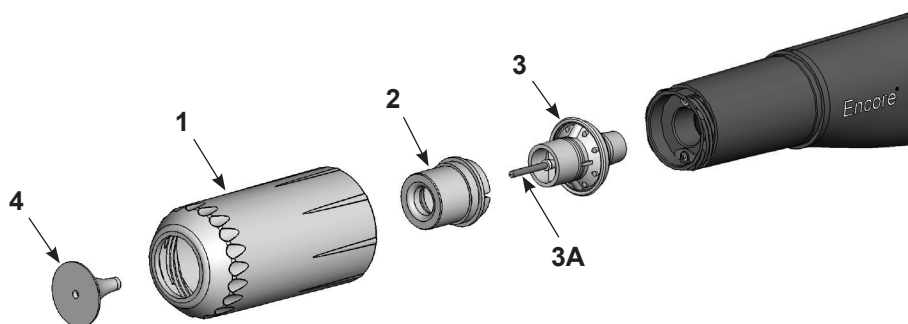

Figure 4-2 Remplacement des déflecteurs optionnels et des buses coniques
1. Voir la Figure 4-2. Pour remplacer le déflecteur (4), le retirer doucement du bloc électrode (3). Si seul le déflecteur est remplacé, monter le déflecteur neuf sur le bloc électrode en prenant garde de ne pas plier le fil de l'électrode.
2. Pour remplacer la totalité de la buse, dévisser l'écrou de buse (1) en sens inverse des aiguilles d'une montre.
3. Retirer la buse conique (2) du bloc électrode.
**NOTE :** Il n'est pas nécessaire de retirer le bloc électrode (3) du pistolet de pulvérisation. Si le bloc électrode sort du pistolet de pulvérisation en retirant la buse, le nettoyer à l'air comprimé avant de le remonter. Veiller à ne pas plier l'électrode. Le porte-électrode (3A) se visse dans le bloc. Le porte-électrode et l'électrode peuvent tous deux être remplacés.